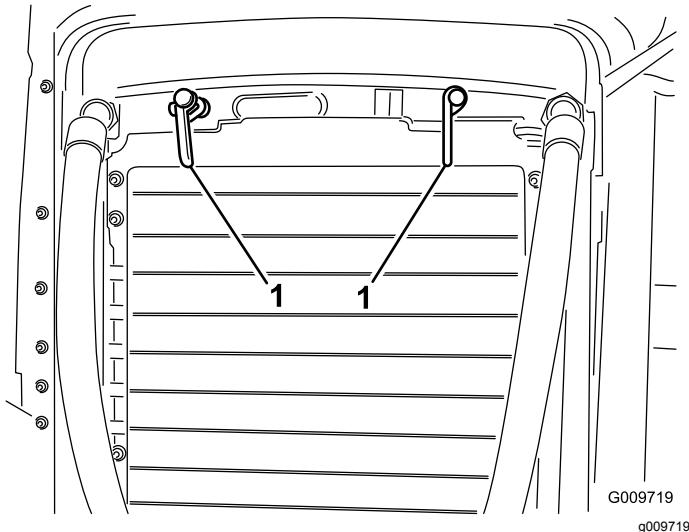

Figura 51
2. Rode os trincos (Figura 51) que fixam o dispositivo de arrefecimento de óleo ao chassis.